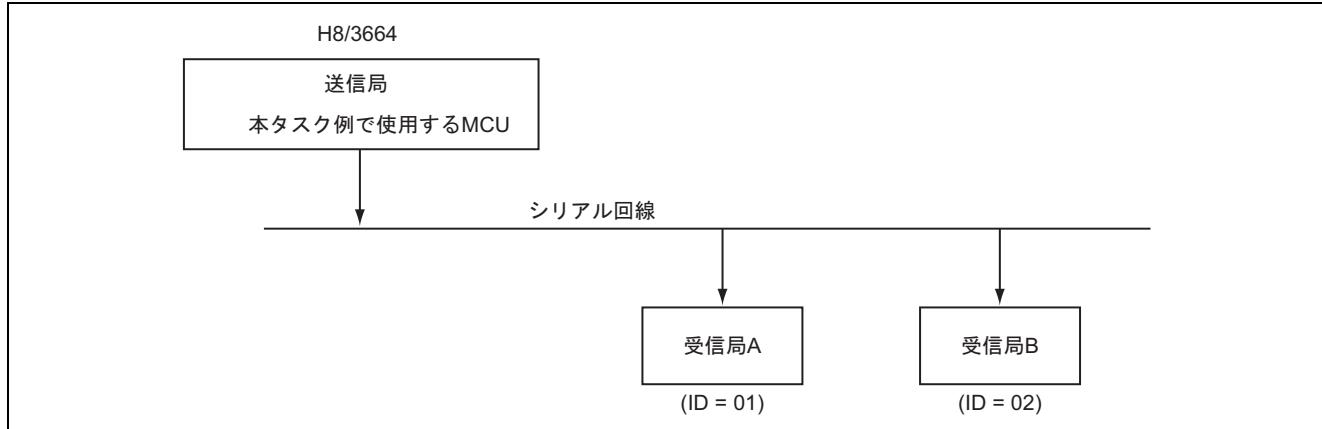

図1 マルチプロセッサ通信
- 図1に示すようにマルチプロセッサ通信機能を使用して、受信局AにデータH'B8を、受信局BにデータH'DEをそれぞれ送信します。